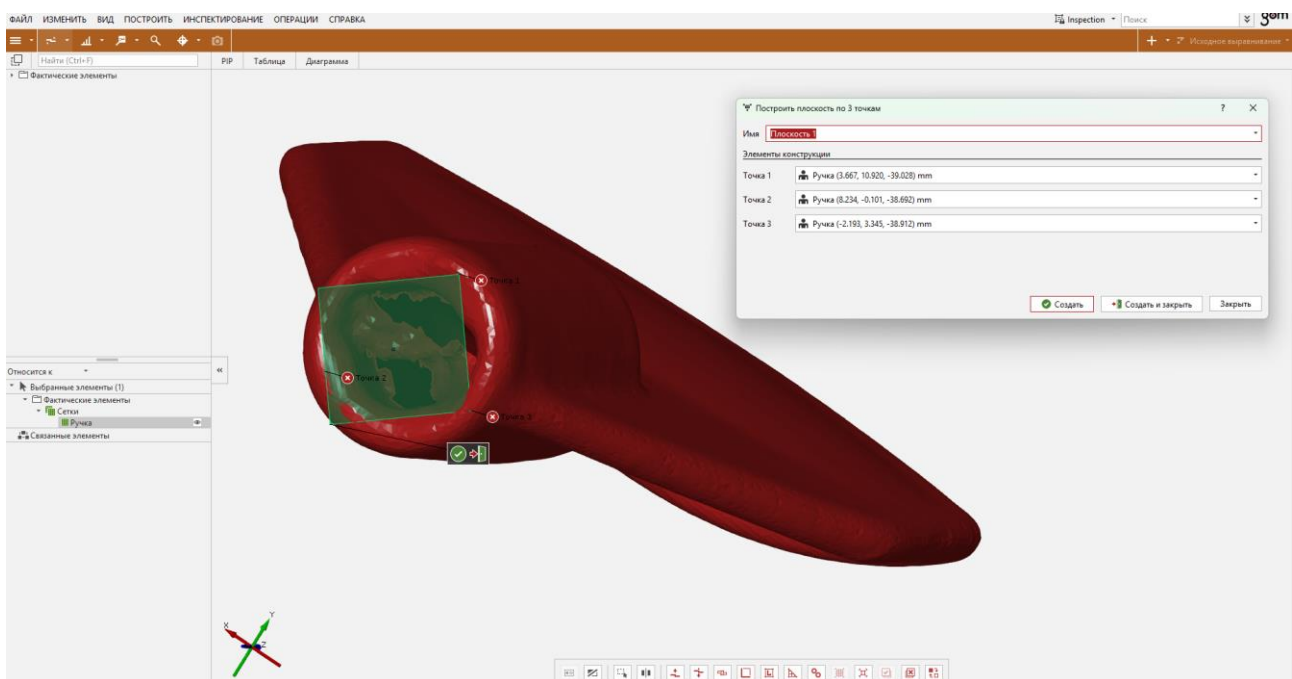

Рис. 16. Построение плоскости по трём точкам
2. Построить плоскость по трём точкам (Рис. 16).